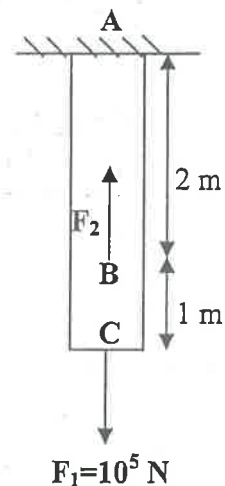

Figura 3
3.- (3p) Una barra AC de 3 m de longitud y 50 cm^2 de sección se encuentra empotrada en su extremo A y soporta la acción de dos fuerzas, una F_1 de 10^5 N de módulo aplicada en el extremo libre C y otra F_2 en el punto B a 1 m de distancia del extremo libre, tal como indica la Figura 3. El material del que está fabricada la barra tiene un módulo de Young de 10^{11} Pa y un coeficiente de Poisson de valor 0.3. Sabiendo que la barra sufre un acortamiento de 0.6 mm, calculad: